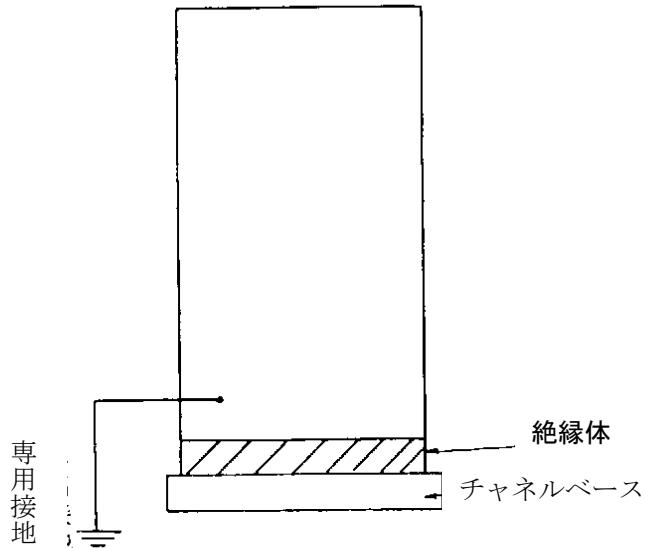

図17 きょう体を絶縁して接地する例
- 1) 信号線接地及びきょう体接地が同一である場合は、チャネルベース(接地されている制御盤など内の金属板)とは絶縁体による絶縁が望ましい(図17参照)。